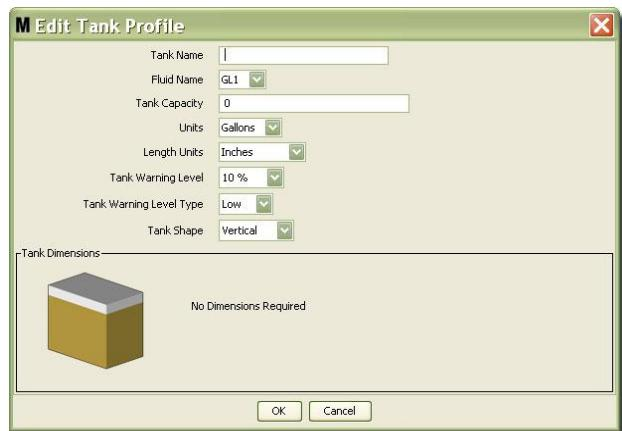

Рис. 73
3. Появится окно «Edit Tank Profile» [Изменить профиль цистерны] Рис. 73.